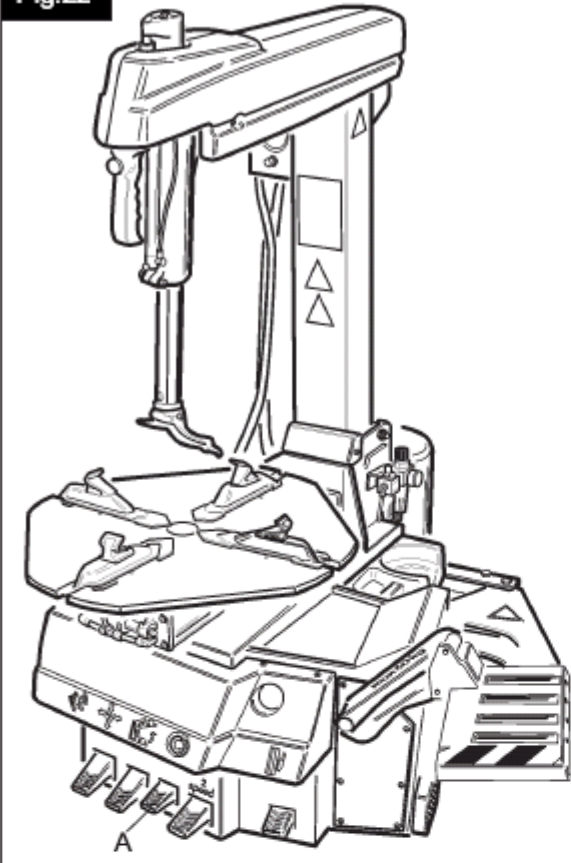

Fig.23
1. Расположите вертикально колесо на платформе (рис.23)